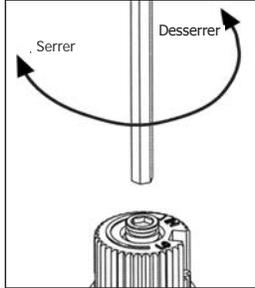

Figure 15: Retrait de la Vis de la Soupape
- b) Retirez la vis de conversion à l'aide d'une clé Allen de 5/32 ou 4 mm (voir Figure 15).